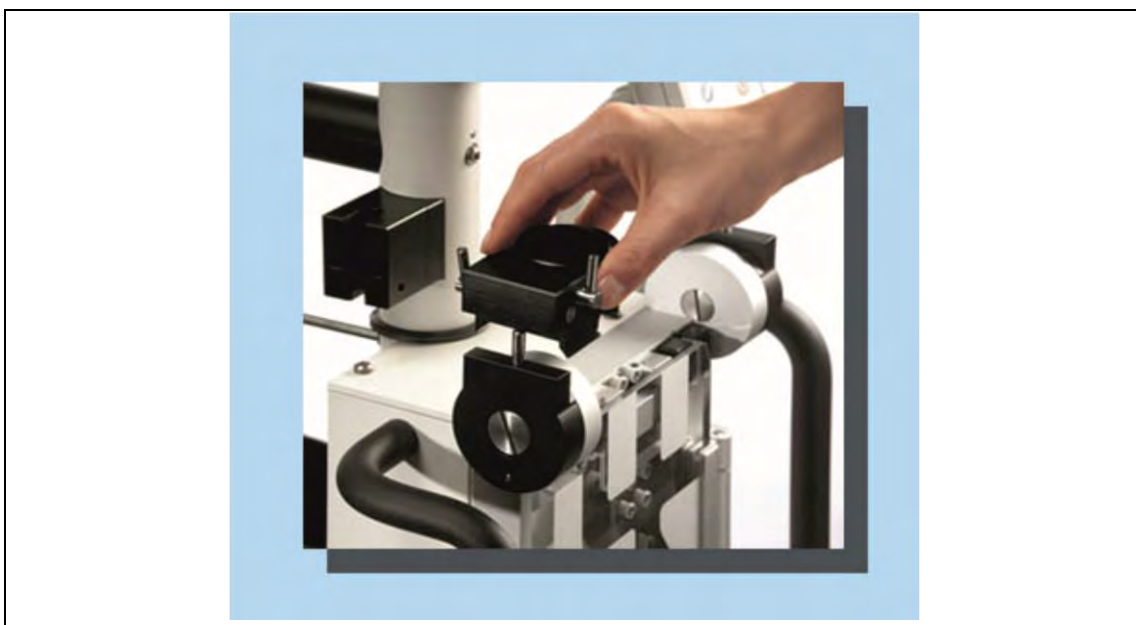

Рис. 107: Снятие держателя флакона
5. Снять держатели флаконов (см. Рис. 9, стр. 29, № 2, 5 и 8) вверх (см. Рис. 107, стр. 110).